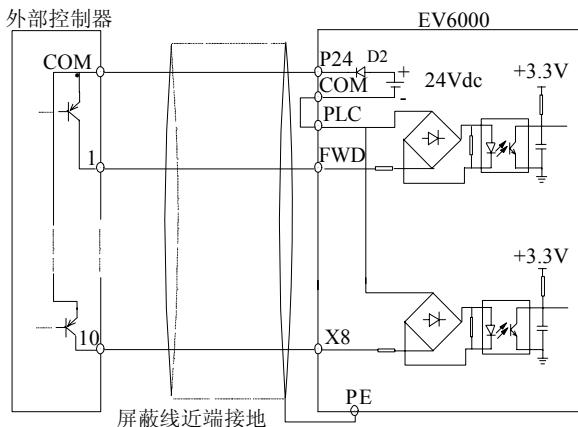

图 4-20 使用变频器内部+24V 电源的漏极连接方式
2) 使用变频器内部+24V 电源, 外部控制器为 PNP 型的共发射极输出的连接方式(注意去除 PLC 与 P24 端子间的连接线), 如图 4-20 所示。